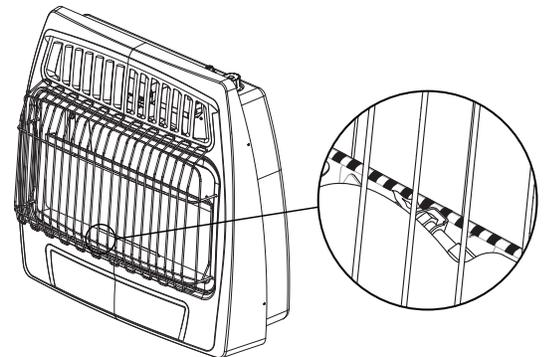

Fig. 24 - Ubicación de la llama del piloto
6. Con la perilla de control oprimida, repetidamente presione el encendedor piezoeléctrico "  " hasta que el piloto se encienda. El piloto es visible, centrado abajo de las quemador principal, detrás de la panel de vidrio. (Ver Fig. 24 en la página 19)
7. Mantenga oprimida la perilla de control durante (30) segundos después de que el piloto encienda. Suelte la perilla de control.
**Nota:** Si el piloto se apaga repita los pasos 3 al 7. Espere (1) minuto antes de intentar encender el piloto otra vez.
6. Con la perilla de control oprimida, repetidamente presione el encendedor piezoeléctrico hasta que el piloto se encienda. El piloto es visible, centrado abajo de las panel de quemador principal, detrás de la panel de vidrio. (Ver Fig. 24)
**Nota:** Si el piloto se apaga repita los pasos 3 al 7. Espere (1) minuto antes de intentar encender el piloto de nuevo. Si después de varios intentos el piloto todavía se apaga, gire la perilla de control  hacia la derecha a la posición "OFF" y llame a un técnico de servicio calificado o al proveedor de gas. Si la perilla de control no salta cuando se suelte, pare y llame de inmediato a un técnico de servicio calificado o al proveedor de gas.